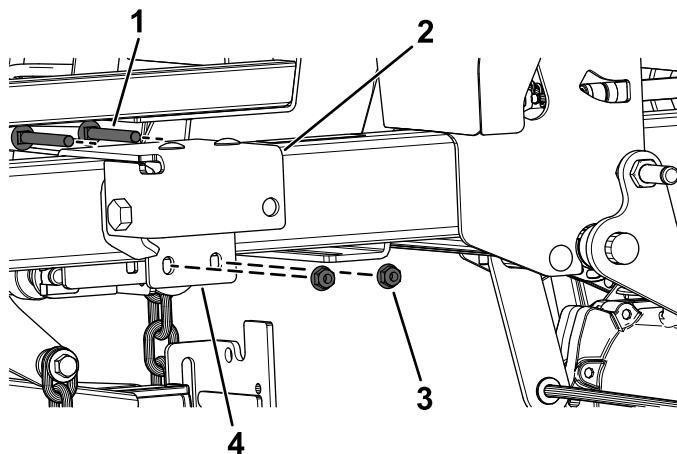

Figura 12
4. Instale sem apertar o suporte do atuador interior ao suporte do atuador exterior utilizando dois parafusos de carroçaria (5/16 x 2¾ pol.) e duas porcas de bloqueio (5/16 pol.) como se mostra na Figura 12.